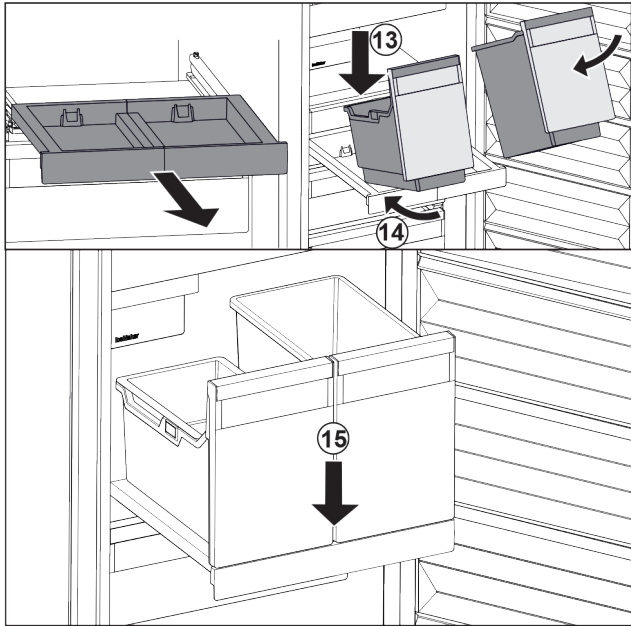

Fig. 39
- ▶ Colocar los recipientes inclinados sobre el estante extraíble. Fig. 39 (13)
- ▶ Introducir los recipientes inclinados hacia atrás. Fig. 39 (14)
- ▶ Depositar los recipientes por delante. Fig. 39 (15)